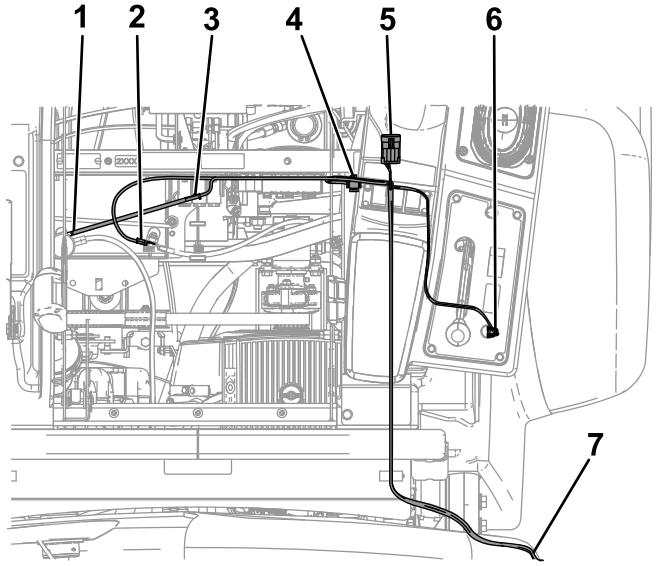

图 7
1. 将线束的 2 个接头连接到开关的 2 刀形接头上图 7。
4. 将下一个接头插入继电器图 7 然后将继电器安装到机架上现有继电器附近的外孔中。
5. 将熔丝连杆连接到连接了正极 (+) 电池端子的红线图 7。
7. 将线束的远端连接到保险丝盒接地图 7。